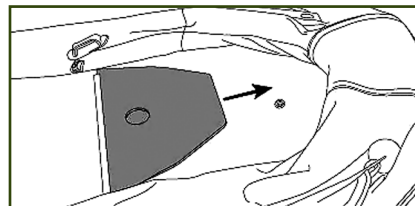

рис. 2
- Установите пайол №1 в носовую часть лодки (рис.2).